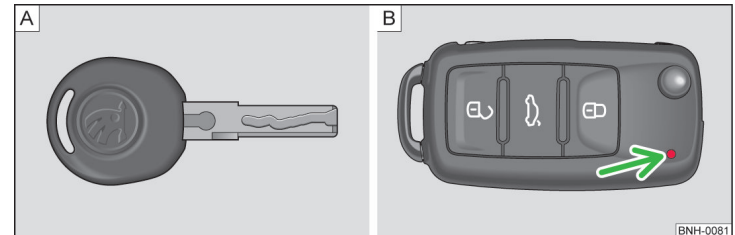
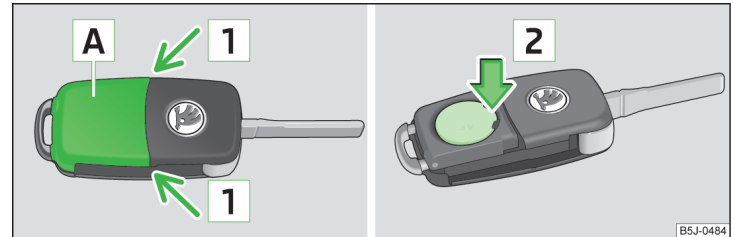

Abb. 25 Schlüssel: ohne Fernbedienung / mit Fernbedienung
Abb. 26 Funkschlüssel: Deckel abnehmen / Batterie herausnehmen
Mit dem Fahrzeug werden zwei Schlüssel ausgeliefert. Je nach Ausstattung kann Ihr Fahrzeug mit Schlüsseln ohne Funkfernbedienung » Abb. 25 - A oder mit Funkfernbedienung » Abb. 25 - B ausgestattet sein.
Jeder Funkschlüssel enthält eine Batterie, die unter dem Deckel **A** untergebracht ist » Abb. 26. Wenn die Batterie entladen ist, blinkt nach dem Drücken einer Taste auf dem Funkschlüssel die rote Kontrollleuchte » Abb. 25 auf Seite 43 - **B**) nicht. Wir empfehlen Ihnen, die Schlüsselbatterie von einem Fachbetrieb wechseln zu lassen. Falls Sie jedoch die entladene Batterie selbst wechseln möchten, gehen Sie wie folgt vor.
- Die Batterieabdeckung mit dem Daumen oder mit einem flachen Schraubendreher im Bereich der Pfeile **1** abdrücken » Abb. 26.